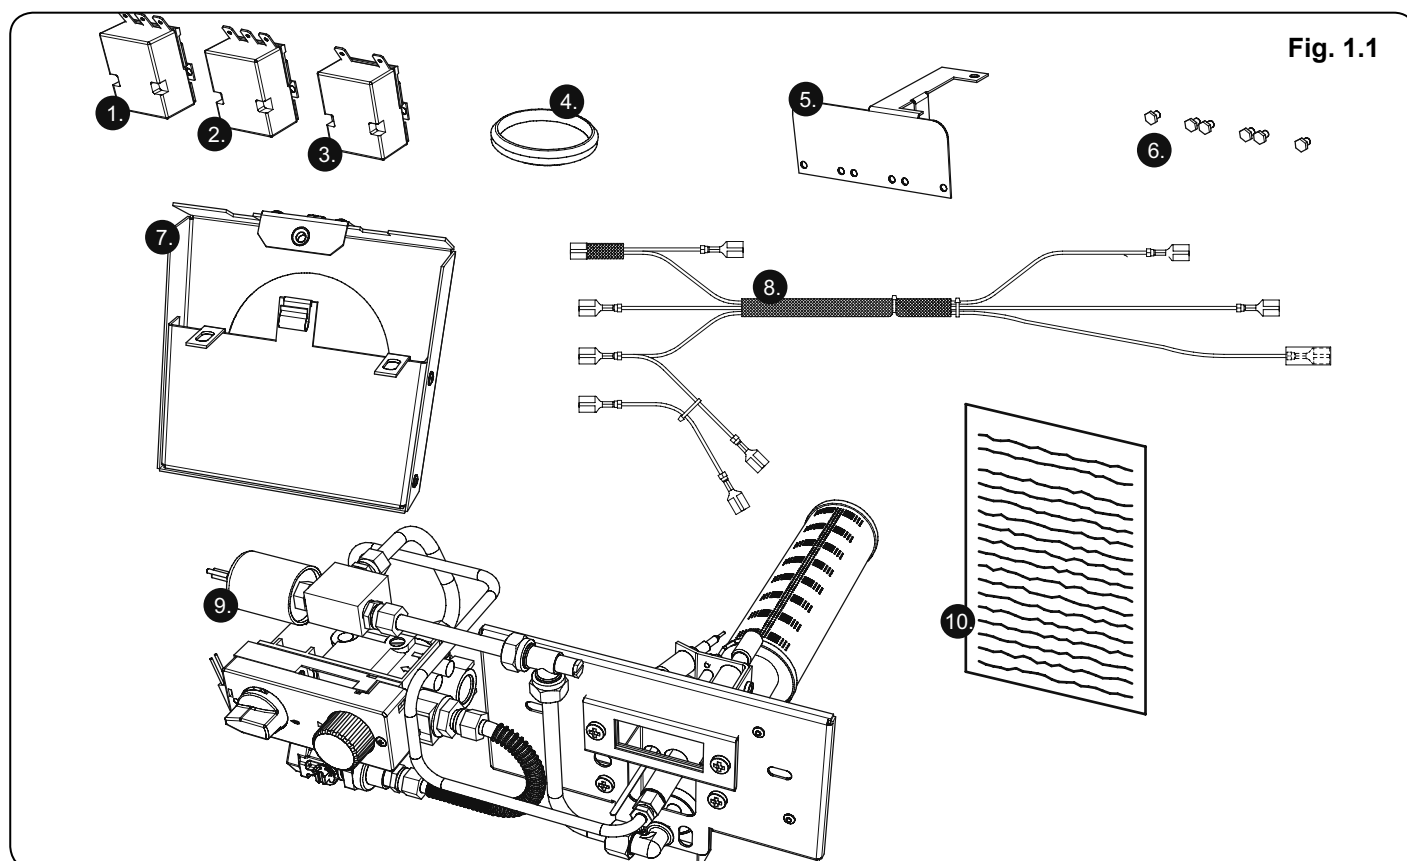

Fig. 1.1
1. Avant d'installer une nouvelle fixation de thermostat, précâblez les thermostats. Maintenez la nouvelle fixation **Fig. 1.1** en place en utilisant (1) vis de fixation 'A' **Fig. 1.8**: